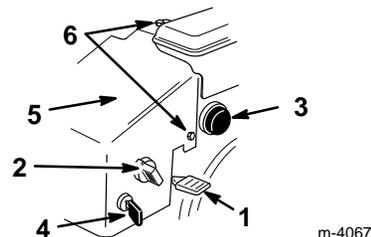

Abbildung 13
- **Zündschalter** (Abb. 13)—Den Schlüssel einstecken, bevor der Motor mit dem Rücklaufstarter gestartet wird. Um den Motor zu stoppen, den Schlüssel abziehen.
- **Gasregler** (Abb. 13)—Den Gasregler nach oben bewegen, um die Motordrehzahl zu erhöhen, und nach unten, um die Drehzahl zu verringern.
- **Choke** (Abb. 13)—Zum Anlassen eines kalten Motors den Choke ganz auf Choke-Position drehen. Sobald der Motor warmgelaufen ist, den Choke langsam auf OFF zurückstellen.
- **Kaltstarthilfe** (Abb. 13)—Die Kaltstarthilfe betätigen, um eine geringe Kraftstoffmenge in den Motor zu pumpen, damit er sich bei kaltem Wetter leichter starten läßt.
2. Die vier Montageschrauben entfernen, mit denen der Wärmerkasten befestigt ist (Abb. 13 und 17).
4. Den Choke (Abb. 13) ganz auf Choke-Position drehen.
6. Den Zündschlüssel einstecken (Abb. 13).
9. Sobald der Motor anspringt, den Choke (Abb. 13) sofort auf 3/4-Position drehen.